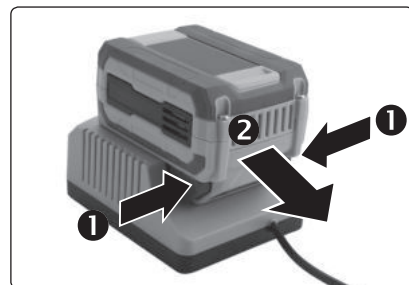

Abb. 4
- e) Trennen Sie nach dem Aufladen vom Akku zuerst das Netzkabel des Ladegeräts vom Stromnetz, und danach nehmen Sie den Akku aus dem Ladegerät heraus- siehe Abb. 4.
- Zum Entnehmen des Akkus aus der Akku-Schere gehen Sie wie bei der Entnahme aus dem Ladegerät vor, siehe Abb.4.